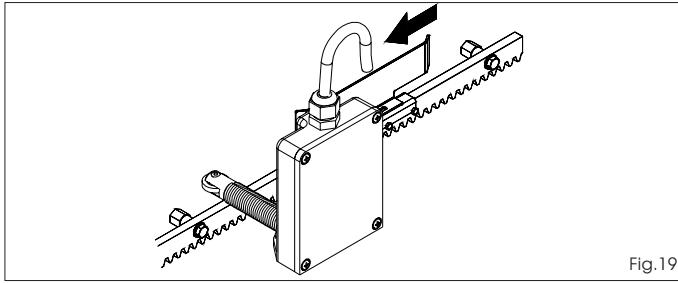

Fig.19
6) Repita las operaciones de los puntos 4 y 5 para el fin de carrera de cierre, Fig. 19.